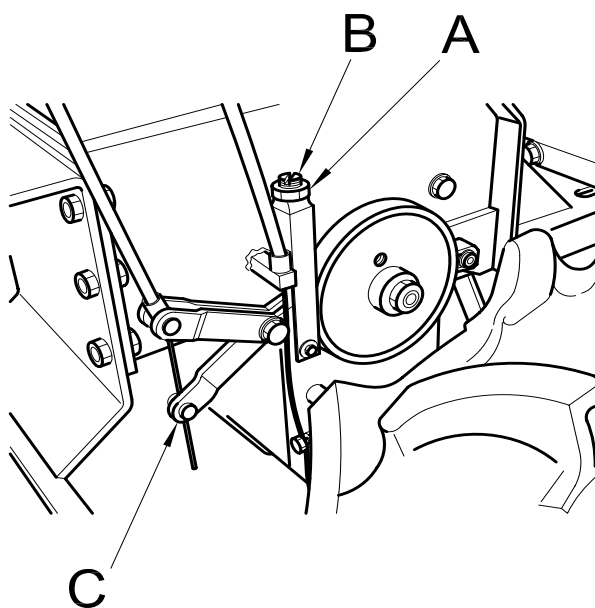

Figure 8
- sur la borne de raccordement du câble de freinage (Fig.8 Pos. C).
- Desserrer l'écrou M12 (Fig. 8 Pos.A)
- Visser le grain M12 (Fig. 8 Pos. C) jusqu'à obtenir l'arrêt immédiat de la machine en réponse au relâchement du levier d'avancée (Fig. 1, Pos. A).